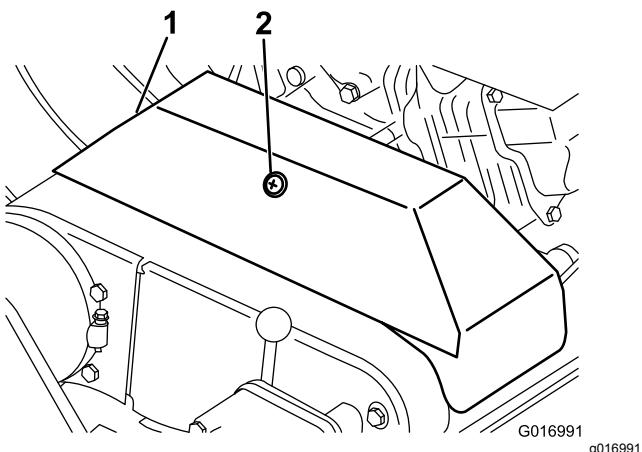

Bild 46
2. Lösen Sie den Halter, mit dem die Reibriemenabdeckung befestigt ist. Drehen Sie die Abdeckung, um sie zu öffnen (Bild 46).
2. Lösen Sie den Halter, mit dem die Treibriemenabdeckung befestigt ist. Drehen Sie die Abdeckung, um sie zu öffnen (Bild 46).